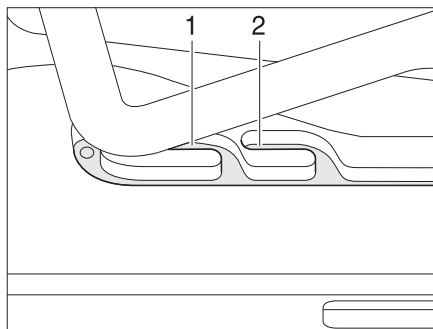
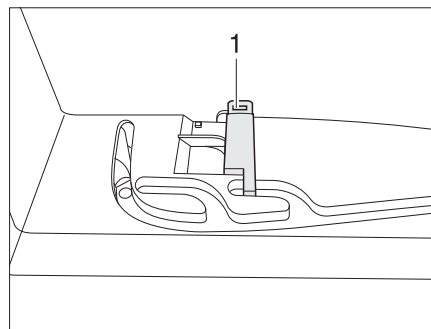

Figura 24 Claraboya inclinable en posición de ventilación
Figura 25 Bloqueo en posición de ventilación
La claraboya inclinable se puede colocar en dos posiciones de ventilación: Posición de mal tiempo (Figura 24,1) y posición mediana (Figura 24,2). Según el modelo, la claraboya podrá ser bloqueada en la posición mediana con el pestillo (Figura 25,1).
- Presionar el estribo ligeramente hacia arriba y empujarlo en la guía seleccionada (Figura 24,1 ó 2) y, si fuera necesario, bloquearlo.